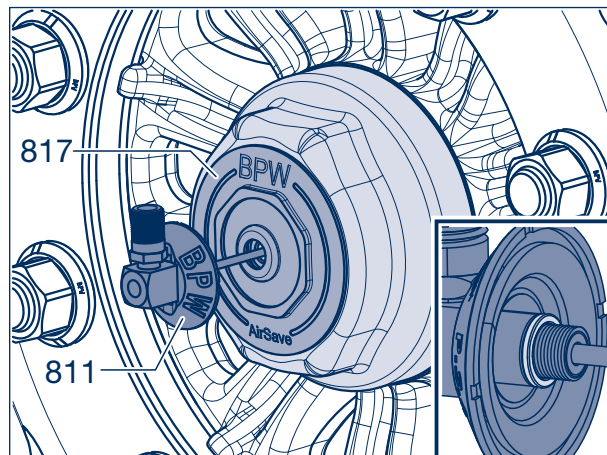

Figure 4
- [7] Contrôler le placement correct de la bague d'étanchéité blanche du rotor (811 ou 811a, selon les pneus) à l'extrémité du filetage, si nécessaire la pousser jusqu'à la butée (fig. 4, encadré).
- [8] Insérer le rotor dans l'adaptateur (817) de la capuchon du moyeu et le stator (821) dans la fusée d'essieu et pousser jusqu'à ce qu'il entre en contact.